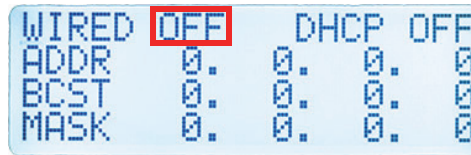

Figura 4-5 Menu DHCP
- Use o botão de seta para cima ou para baixo ( ) para alterar o valor para **OFF** (veja Figura 4-5 na página 55).